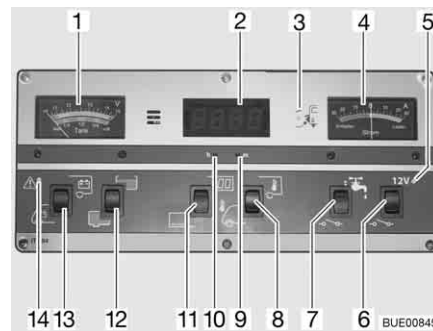

Bild 157 Panel IT 994
Beim Anzeigeeinstrument V/Tank (Bild 157,1) die obere Skala beachten. Das Anzeigeeinstrument wird automatisch beleuchtet, sobald ein Schalter gedrückt wird.
- Wippschalter (Bild 157,13) unten drücken: Die Batteriespannung der Starterbatterie wird angezeigt.
- Wippschalter (Bild 157,13) oben drücken: Die Batteriespannung der Wohnraumbatterie wird angezeigt.
Beim Anzeigeeinstrument V/Tank (Bild 157,1) die untere Skala beachten. Das Anzeigeeinstrument wird automatisch beleuchtet, sobald ein Schalter gedrückt wird.
- Wippschalter (Bild 157,12) oben drücken: Die Wassermenge wird angezeigt.
- Wippschalter (Bild 157,12) unten drücken: Die Abwassermenge wird angezeigt.
Die rote Warnleuchte ALARM (Bild 157,14) blinkt, sobald die Spannung der Wohnraumbatterie 11 V (Messung im laufenden Betrieb) unterschreitet und damit Tiefentladung droht.
- Wippschalter (Bild 157,11) oben drücken: Digitaluhr-Anzeige ist eingeschaltet. Temperaturanzeige ist betriebsbereit.
- Wippschalter (Bild 157,11) unten drücken: Digitaluhr-Anzeige und Temperaturanzeige sind ausgeschaltet.
- Mit einem dünnen Gegenstand, z. B. Kugelschreibermine, in die Öffnung für die Stundenanzeige (Bild 157,10) drücken, bis die gewünschte Stundenzahl angezeigt wird.
- Mit einem dünnen Gegenstand, z. B. Kugelschreibermine, in die Öffnung für die Minutenanzeige (Bild 157,9) drücken, bis die gewünschte Minutenzahl angezeigt wird.
- Wippschalter (Bild 157,8) oben drücken: Die Innentemperatur wird angezeigt.
- Wippschalter (Bild 157,8) unten drücken: Die Außentemperatur wird angezeigt.
Am Anzeigeelement Strom (Bild 157,4) wird ständig der aktuell fließende Batteriestrom angezeigt. Das Anzeigeelement wird automatisch beleuchtet, sobald ein Schalter gedrückt wird.
Der 12-V-Hauptschalter (Bild 157,6) schaltet das Panel und die 12-V-Versorgung des Wohnraums ein und aus.
Einschalten: ■ Wippschalter (Bild 157,6) oben drücken: Die 12-V-Versorgung des Wohnraums ist eingeschaltet. Die Kontroll-Leuchte (Bild 157,5) leuchtet grün.
Ausschalten: ■ Wippschalter (Bild 157,6) unten drücken: Die 12-V-Versorgung des Wohnraums ist ausgeschaltet. Die Kontroll-Leuchte (Bild 157,5) erlischt.
Die 12-V-Kontroll-Leuchte (Bild 157,5) leuchtet, wenn der 12-V-Hauptschalter (Bild 157,6) eingeschaltet ist.
Die gelbe 230-V-Kontroll-Leuchte (Bild 157,3) leuchtet, wenn am Eingang des Elektroblocks Netzspannung vorhanden ist.
Einschalten: ■ Wippschalter (Bild 157,7) oben drücken: Die Wasserversorgung ist eingeschaltet.
Ausschalten: ■ Wippschalter (Bild 157,7) unten drücken: Die Wasserversorgung ist ausgeschaltet.